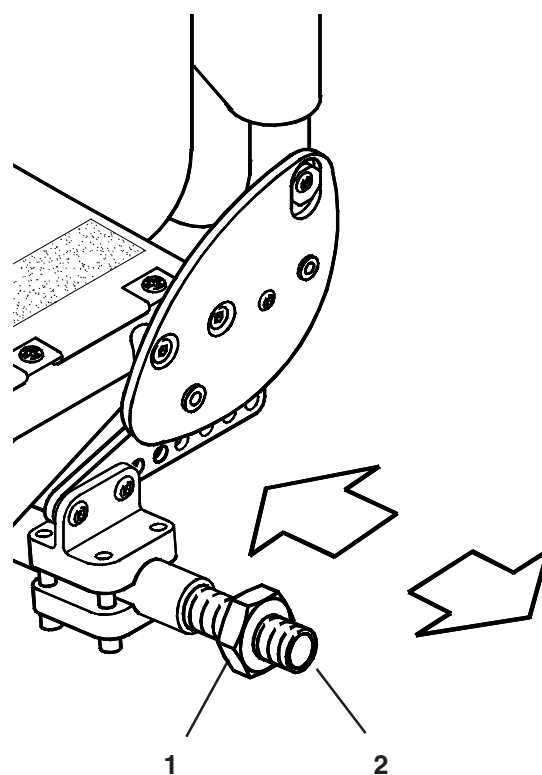

Fig. 34
La largeur de l'empattement (Fig. 34) est ajustée en desserrant l'écrou du guide de l'axe de 28 mm (1) et en vissant le guide de l'axe (2) vers l'intérieur ou vers l'extérieur. L'écrou doit être resserré.